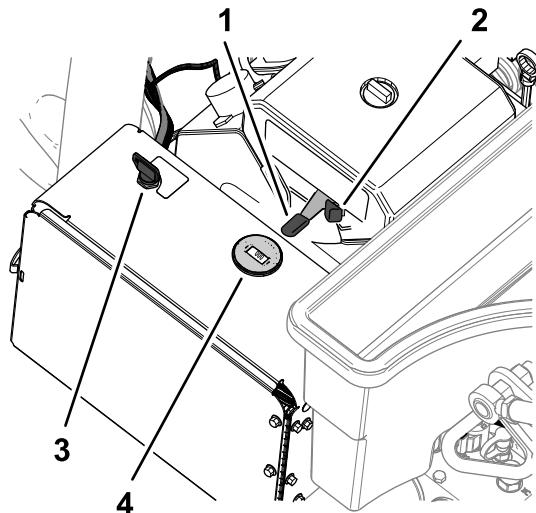

Figura 77
- Utilice el estárter (Figura 77) del siguiente modo: